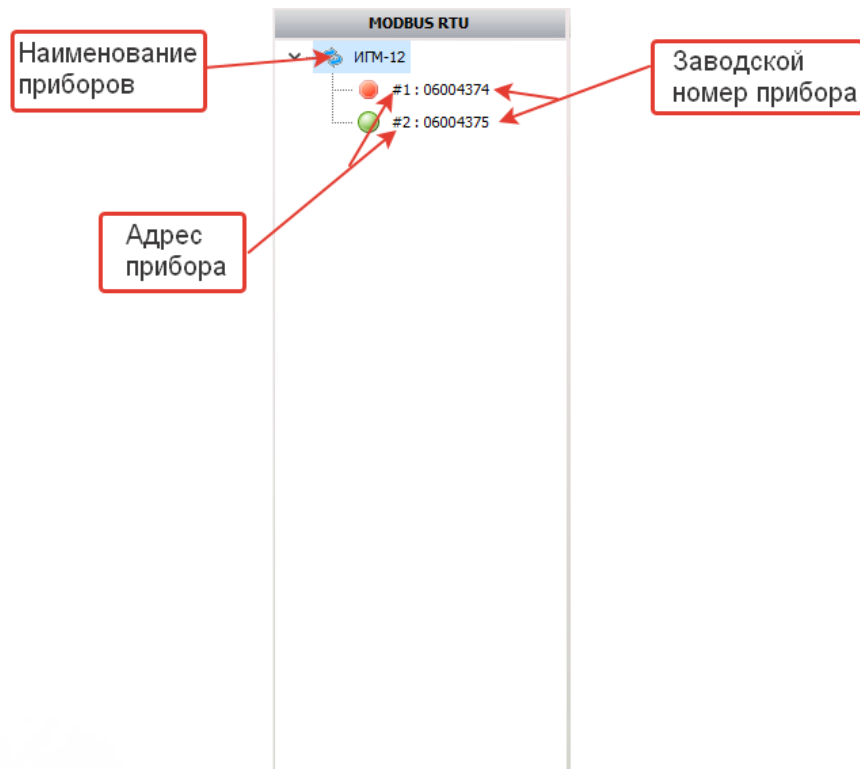

Рисунок 4 – Поле отображения подключенных приборов
- 2) После завершения опроса, в поле отображения подключенных приборов (рисунок 4), отобразится перечень подключенных приборов.
- 1) В поле подключенных приборов, выбрать из перечня необходимый прибор нажатием по нему левой кнопкой мыши (рисунок 4);